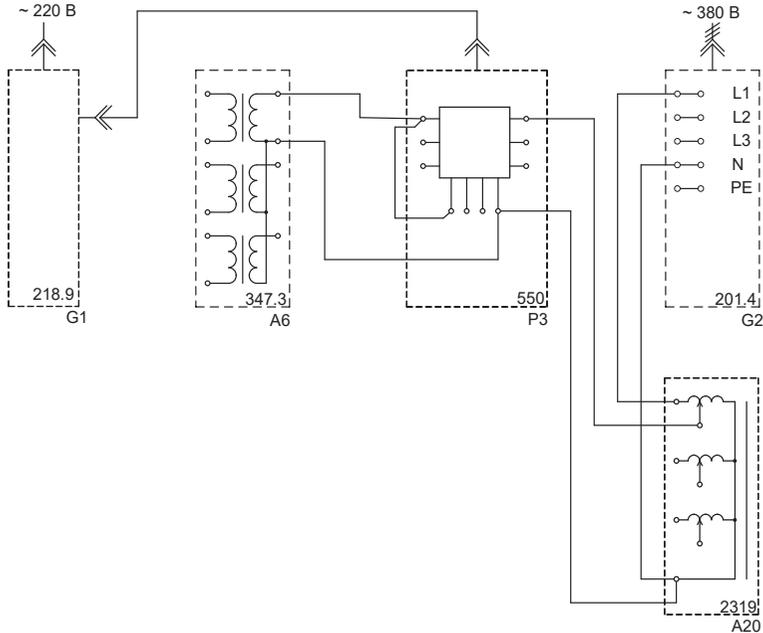

Рис. 1.2
- Соедините аппаратуру в соответствии со схемой электрической соединений, представленной на рис.1.2.